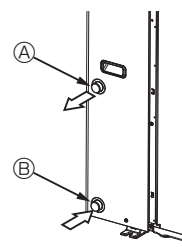

Fig. 4-1
4.1. Σύνδεση σωληνώσεων νερού (Fig. 4-1)
- Η θέση των σωληνών εισαγωγής και εξαγωγής φαίνεται στην Fig. 4-1.
[Fig. 4-1]